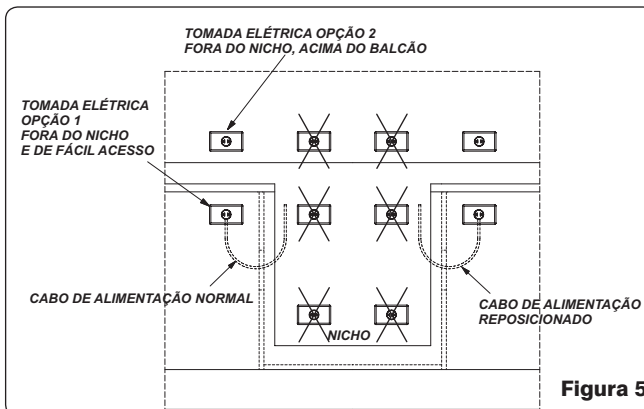

Figura 5
**Assim que o Forno for colocado dentro do nicho, todas as partes elétricas devem ser completamente isoladas. Nenhuma parte elétrica deve ficar em contato com o produto (Figura 5).**